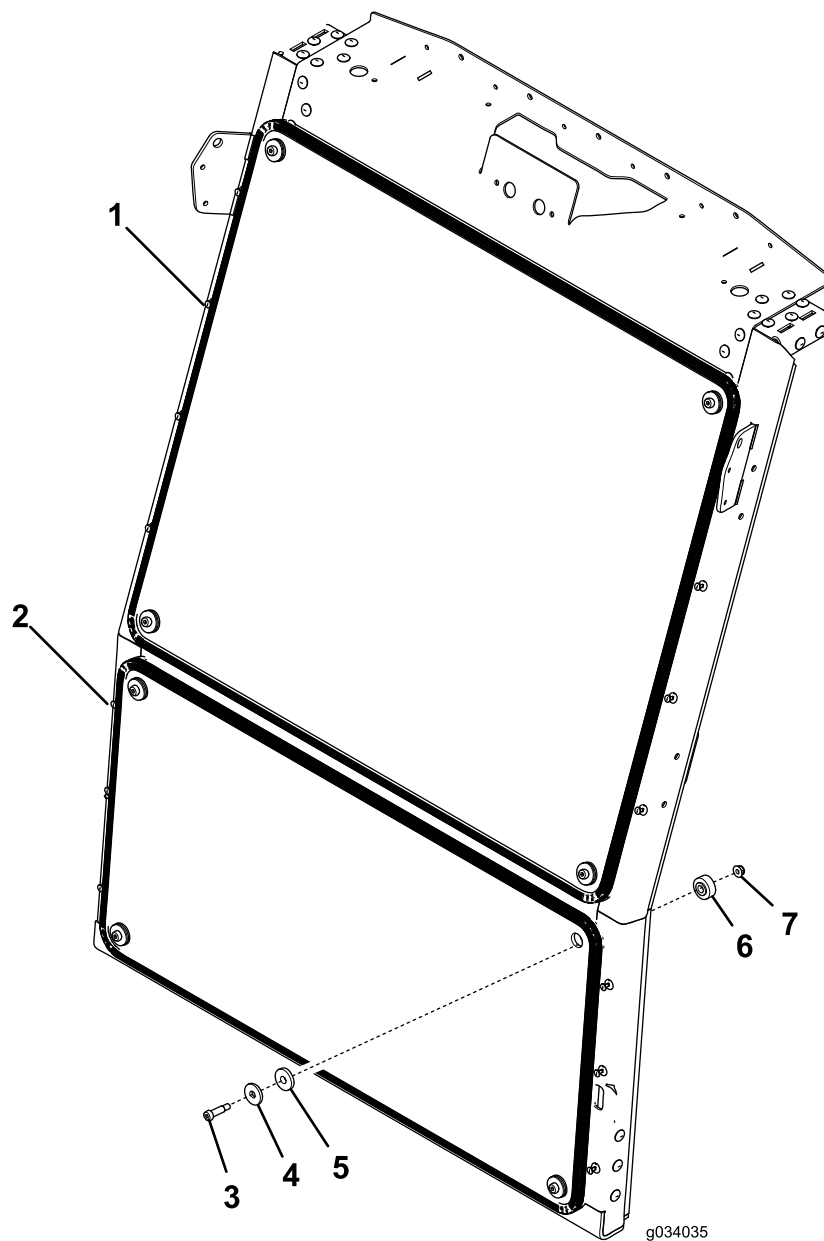

Figura 1
2. Coloque el parabrisas inferior y alinee los taladros de montaje (Figura 1).
3. Fije el parabrisas inferior al bastidor con las fijaciones, tal y como se muestra en la Figura 1.
4. Coloque el parabrisas superior y alinee los taladros de montaje (Figura 1).
5. Fije el parabrisas superior al bastidor con las fijaciones, tal y como se muestra en la Figura 1.